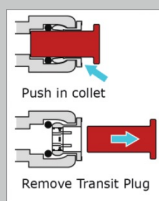

Fig. 1
- Remova o tampão de passagem da ligação de entrada de água (fig. 1)